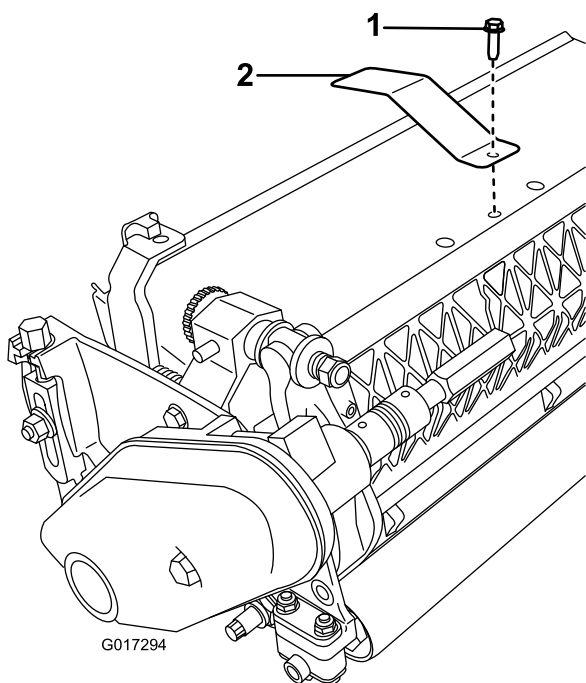

Рисунок 4
1. Снимите средний болт щитка-отражателя травы (Рисунок 4).
2. Установите отражательную пластину на верхнюю поверхность режущего блока, используя ранее снятый болт (Рисунок 4).